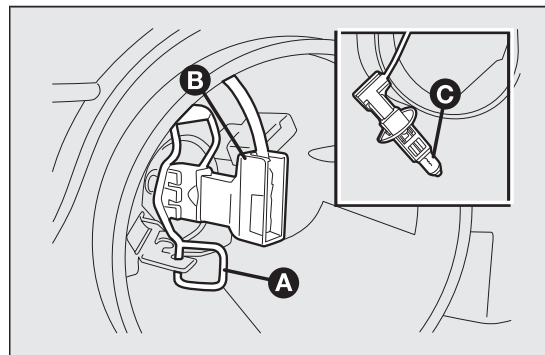

fig. 140
- ☐ décrocher l'agrafe de maintien de l'ampoule A fig. 140;